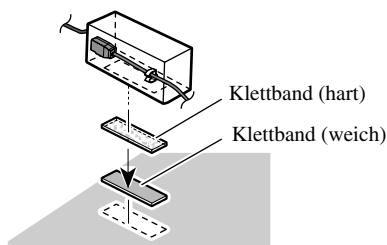

Abb. 8
• Bei Installation der Lichtleiterkabel-Anschlussbox mit Klettband. (Abb. 8)